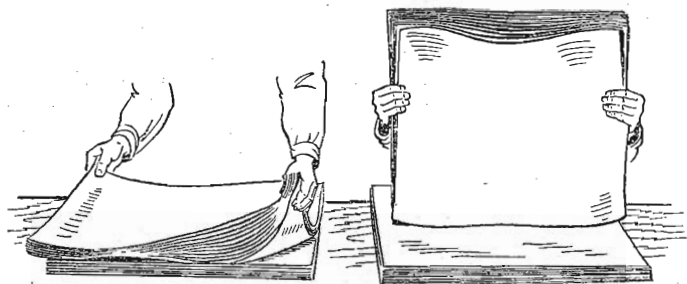

Рис. 36. Ручное сталкивание листов
*Ручное сталкивание листов* (рис. 36) выполняется следующим образом. Правой рукой захватывают 120—150 листов со стороны нижнего правого угла пачки, отделяя их от остальных листов. Одновременно левой рукой листы подхватывают со стороны противоположного верхнего левого угла пачки. Углы листов сгибают лотком по направлению друг к другу и крепко зажимают руками. Кисти рук при этом должны быть слегка повернуты в этом же направлении. Не изменяя положения рук, пачку приподнимают. В этот момент кисти рук поворачиваются в обратном направлении. В результате смещения по отношению друг к другу листы разделяются